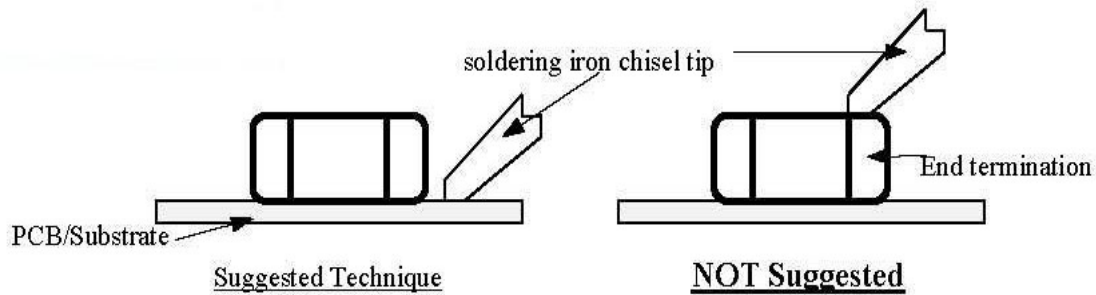

Figure 2
- F. 元件(capacitor)平放在 PCB /Substrate 之焊接端點上，靠近元件(capacitor)端電極與焊接端點之接合部附近，烙鐵頭之溫度不可超出  $+315^{\circ}\text{C}$ 。烙鐵頭不可直接接觸到元件(capacitor)(見 Figure 2 左圖為正確，右圖為不正確)。熔錫時慢慢移動烙鐵頭接觸焊位，直到焊錫已均勻散佈後移開烙鐵。